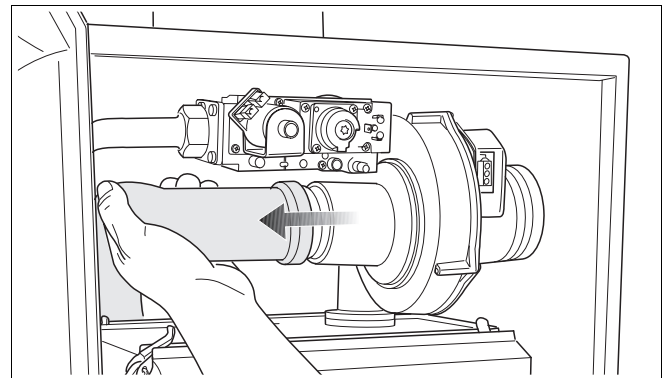

Рис. 113 Демонтаж всасывающей трубы с вентилятора
- Отсоединить всасывающую трубу от вентилятора (рис. 113).